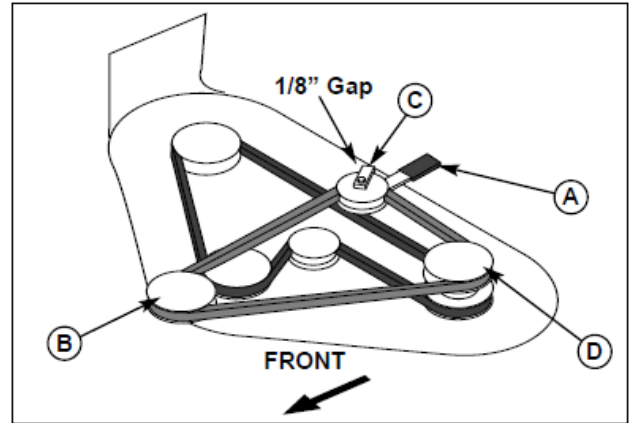

図 41 モアベルトの取り回し
2. ベルト張力を軽減するために、アイドル・アーム（図41のA）を動かしてください。PTO（電磁クラッチ）プーリーから、ベルトを外してください。
3. アイドラプーリーベルトガイド（図41のC）を固定しているナットとロックワッシャを緩めてください。
6. 図41を参照して、アイドルプーリーベルトストップ(C)をプーリーとベルトストップの隙間を3mmとしてください。